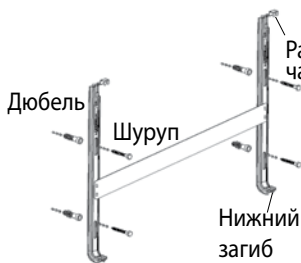
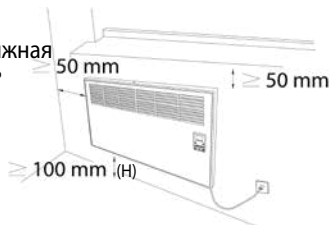
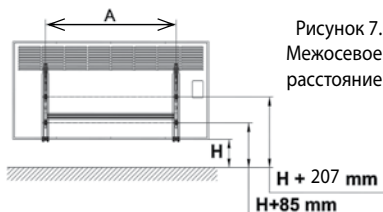

Рисунок 5. Подвижное крепление
Рисунок 6. Допустимое расстояние
Рисунок 7. Межсетевое расстояние
2. Нельзя монтировать Электрический Конвектор непосредственно под электророзеткой, лучше всего расположить недалеко от розетки. После выбора удобного местоположения для конвектора по Рисунок 7', соблюдая отступы, приступите к измерению для сверления. Используйте Рисунок 5' и монтажный кронштейн в качестве шаблона. Для этого положите кронштейн лицевой стороной вниз и сделайте отметку карандашом, соблюдая минимальное расстояние от пола менее чем 100 мм. Для долгого срока службы конвектора соблюдайте боковые, верхние, нижние отступы (Рисунок 6.)